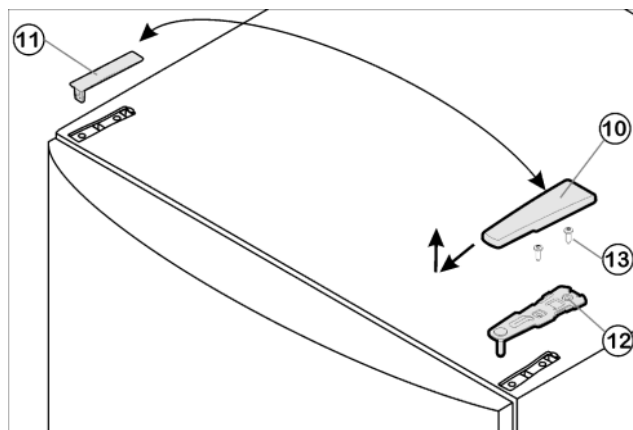

Fig. 4
- ▶ Kryt Fig. 4 (10) stáhněte dopředu a nahoru.
- ▶ Kryt Fig. 4 (11) zvedněte.
- ▶ Horní stojan ložiska Fig. 4 (12) odšroubujte (2 krát Torx® 25) Fig. 4 (13) a stáhněte nahoru.
- Horní stojan ložiska *Fig. 4 (12)* vložte na nové straně závěsu do dveří.
- Horní stojan ložiska *Fig. 4 (12)* **přišroubujte (s 4 Nm)** (2krát Torx® 25) *Fig. 4 (13)*. Díry pro šrouby případně předem propíchněte nebo použijte akumulátorový šroubovák.
- Kryt *Fig. 4 (10)* a kryt *Fig. 4 (11)* zatlačte vždy na opačné straně.